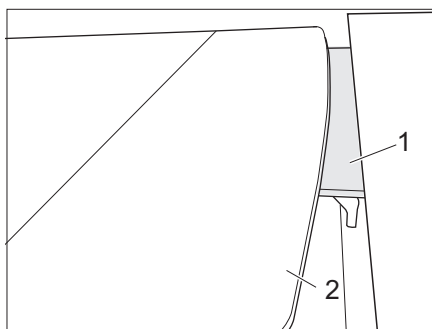
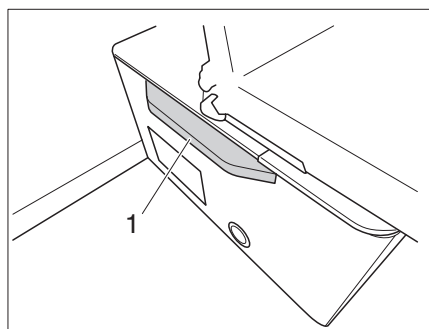

Fig. 119 Abbassamento del tavolo sul
Fig. 120 Abbassamento del tavolo
- Abbassare il piano del tavolo (Fig. 119,2) sul bordo di appoggio (Fig. 119,1) o lasciarlo appoggiare sull'apposito allargamento (Fig. 120,1).